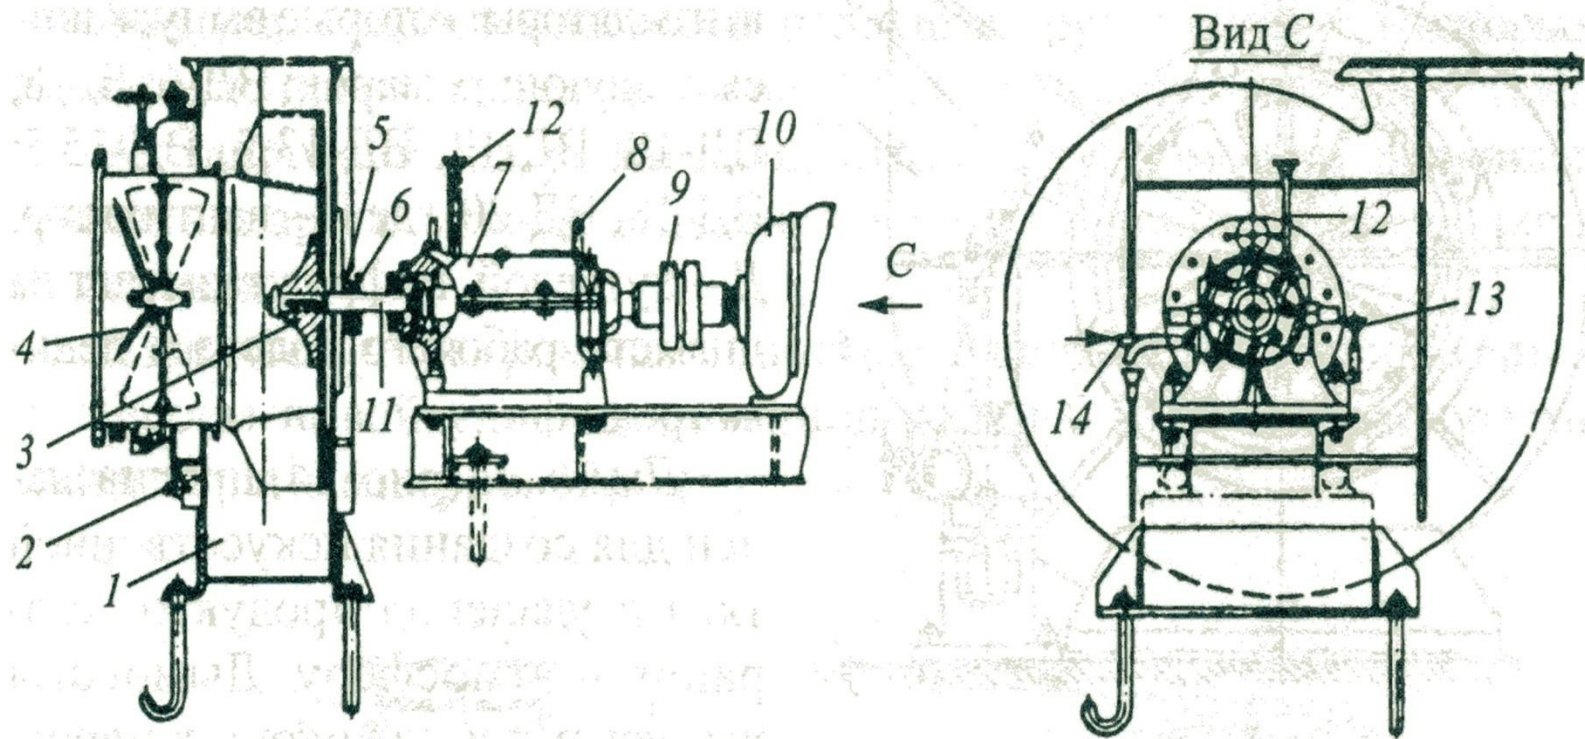

Рис. 32. Дутьевой вентилятор:
- *Дутьевой вентилятор* (рис. 32) состоит из следующих узлов: ходовой части, улиткообразного корпуса с всасывающим и нагнетательным патрубками, рабочего колеса и направляющего аппарата.